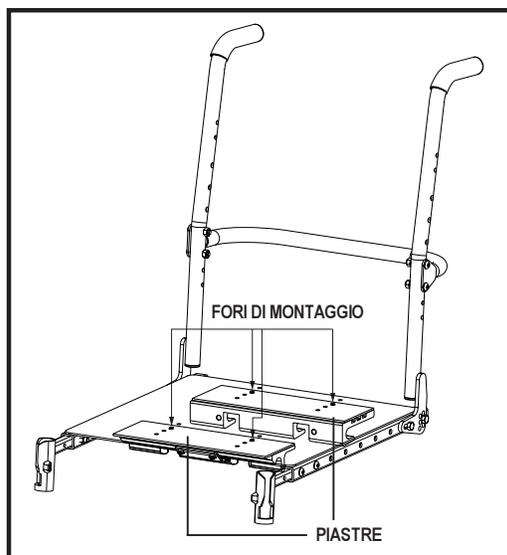

Figura 12. Fori di montaggio del sedile
4. Riposizionare le piastre su una serie diversa di fori di montaggio. È necessario spostare entrambe le piastre dello stesso numero di fori, in avanti o all'indietro. Vedere figura 12.